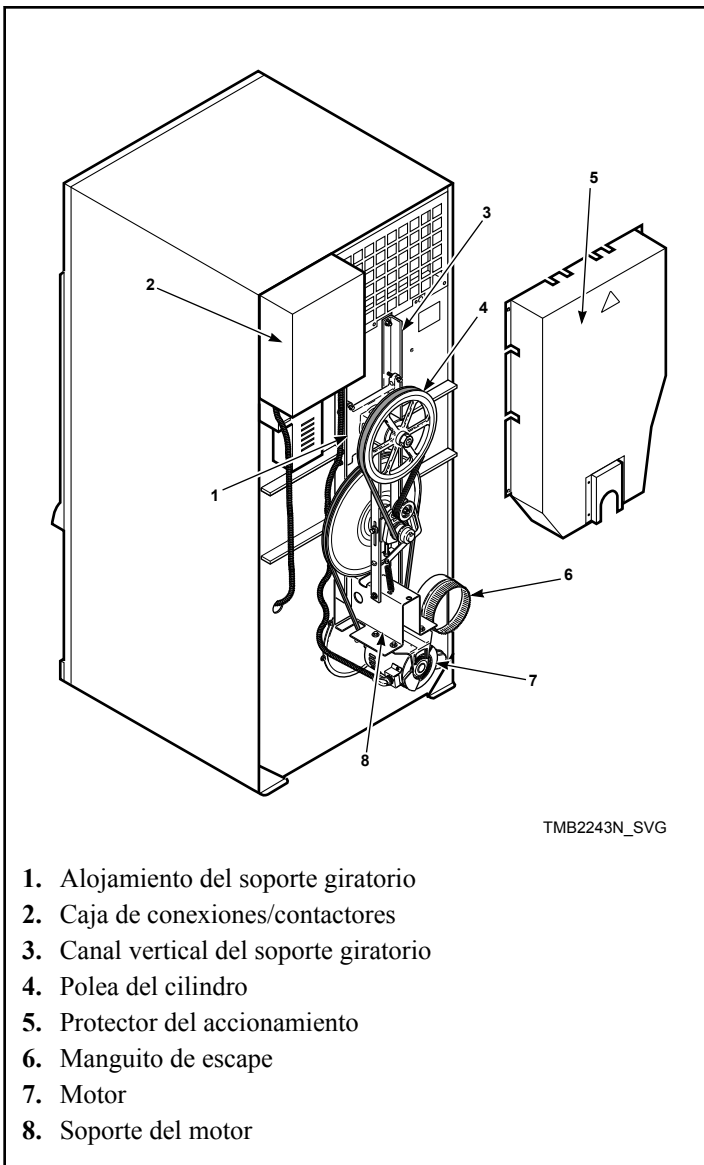

Figura 8
2. Quite el protector del accionamiento. Consulte la *Figura 8*.
3. Quite las correas impulsoras. Consulte la *Figura 8*.
8. Quite el alojamiento del soporte giratorio. Consulte la *Figura 8*.
10. Quite los motor(es) y los soport(es) de motor. Consulte la *Figura 8*.
12. Quite la caja de empalmes/contactores. Consulte la *Figura 8*.